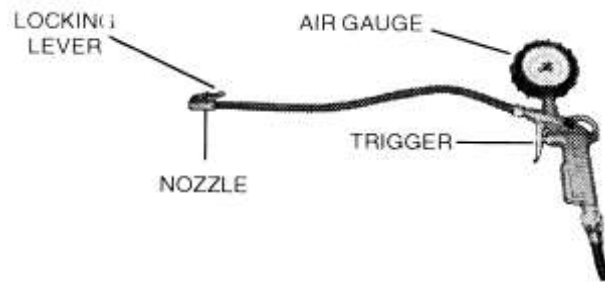

Рис.4
- 5) Нажмите на спусковой крючок на пистолете накачки для выпуска воздуха из наконечника (рис.4).
2) Чтобы накачать шину, вставьте наконечник пистолета для накачки (см. рис.4) в сосок шины при положении запирающего рычажка «UP» («вверху»). Убедитесь, что сопло плотно обхватывает сосок.